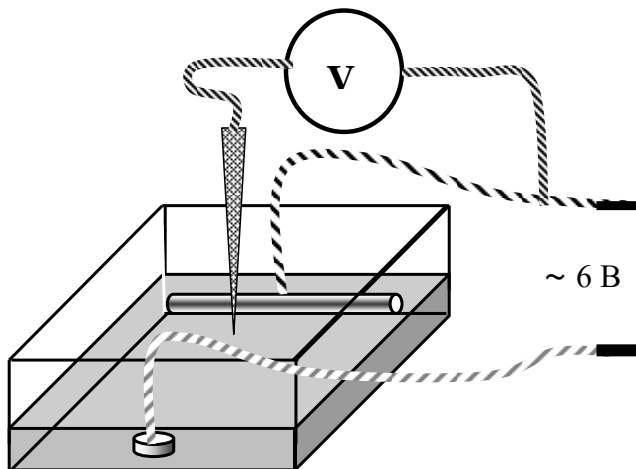

Рис. 2
1. В рабочем протоколе начертите координатную карту со стороной квадрата, равной 3 клеткам тетрадной страницы, взяв в качестве образца карту, лежащую под ванной экспериментальной установки (рис. 2). В этом случае получится карта, начерченная в масштабе 1/2, что даст возможность измерять расстояние между точками  $a$  и  $b$  непосредственно в рабочем протоколе (рис. 3).